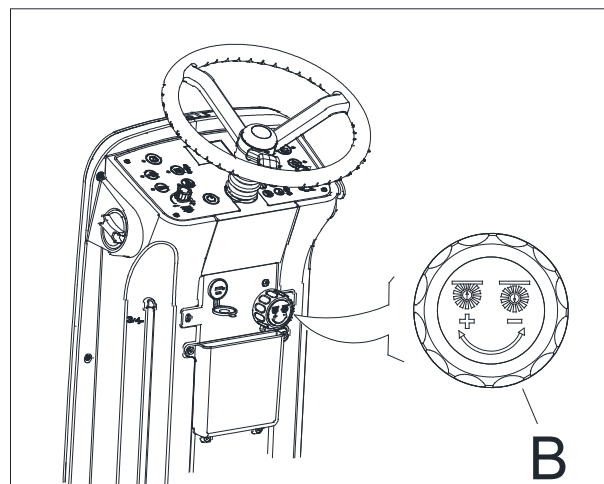

Figura 19
- Gire la perilla (B, figura 19) de la siguiente manera: